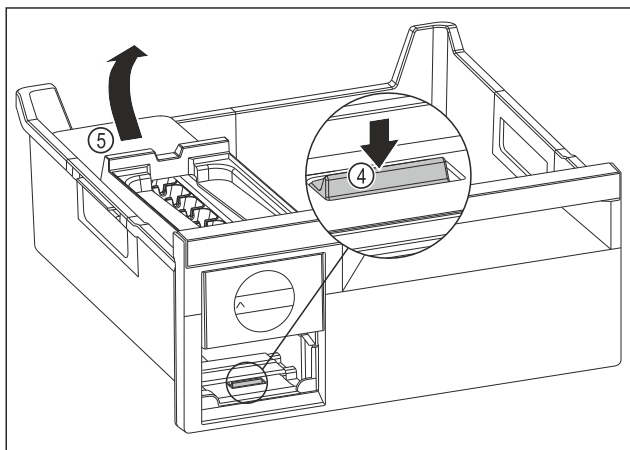

Fig. 111
- Extraer el cuerpo del EasyTwist-Ice: Presionar la lengüeta Fig. 111 (4) con los dedos hacia abajo subiendo al mismo tiempo por detrás con la otra mano el cuerpo del EasyTwist-Ice Fig. 111 (5).